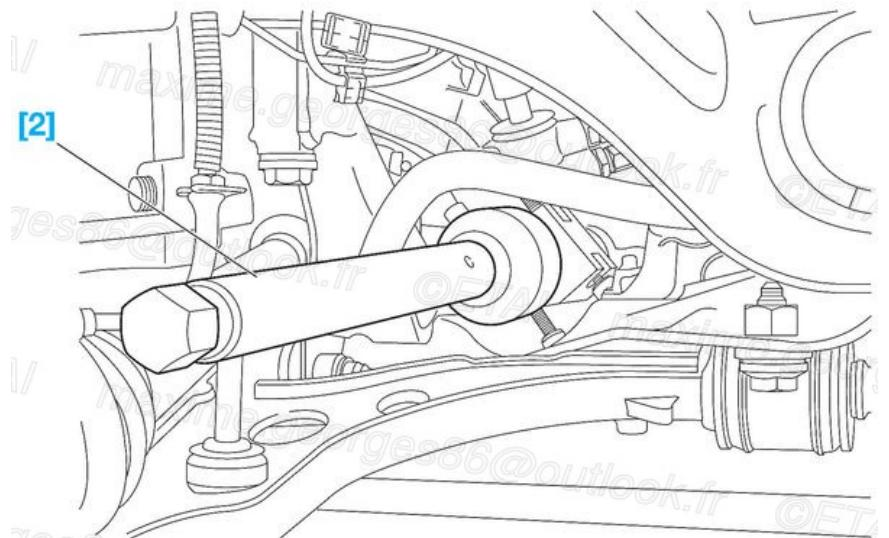

Fig.11
- Déposer la biellette de direction, à l'aide de l'outil [2] (Fig.11)